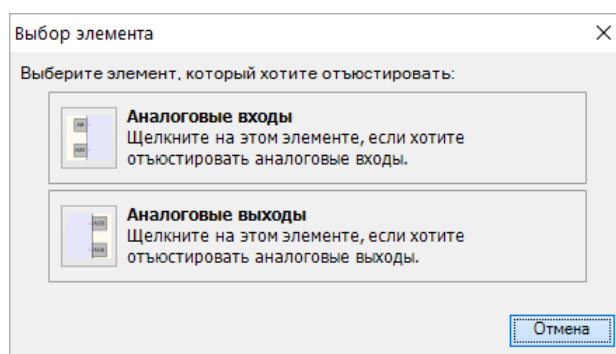

Рисунок 8.2 – Меню юстировки
- Запустить OWEN Logic и выбрать в меню пункт «Прибор» → «Юстировка входов/выходов» для запуска мастера юстировки. В диалоговом окне «Выбор элемента» выбрать пункт «Аналоговые входы» (см. рисунок 8.2, 1).
В случае использования входа для измерения сигналов «4... 20 мА» рекомендуется провести юстировку входа, предварительно выбрав параметр «Тип датчика» равным «4... 20 мА». Калибратор напряжения следует подключить по схеме (см. рисунок 8.2, 2). Действия по юстировке аналогичны пп 2–3.
В случае использования входа для измерения сигналов «0... 4000 Ом» рекомендуется провести юстировку входа, предварительно выбрав параметр «Тип датчика» равным «0... 4000 Ом». На вход подключить источник эталонных сопротивлений, например магазин сопротивлений, по схеме (см. рисунок 8.2, 3). Действия по юстировке аналогичны пп 2–3.